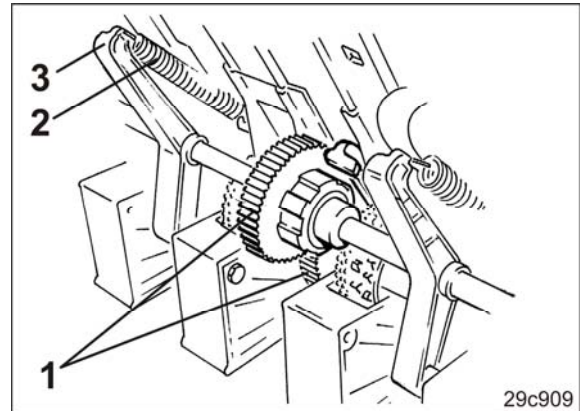

Fig. 232
15. Die Zähne (Fig. 232/1) der Schlingfederkupplung und des Sägewellenstirnrades in Eingriff bringen.
16. Zugfedern (Fig. 232/2) an den Schwenklagern (Fig. 232/3) einhängen.